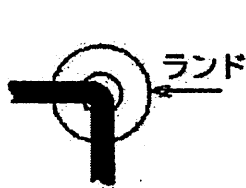
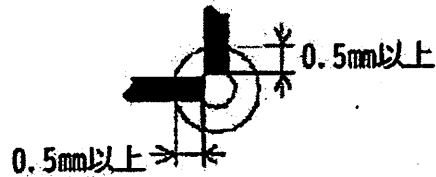

図7 配線の変更を行う場合
図8 直角に交わる場合
⑥ スズメッキ配線の直線部分が30mmを超える場合は、浮き上がり防止のために中間にはんだを施してもかまわない。
⑦ 配線の変更を行う場合は、図7のようにランド上で行い、そのランドをハンダ付けすること。また2方向から直角に交わるスズメッキ線を配線するランドでは、スズメッキ線を図8のように切断し、そのランドをハンダ付けすること。